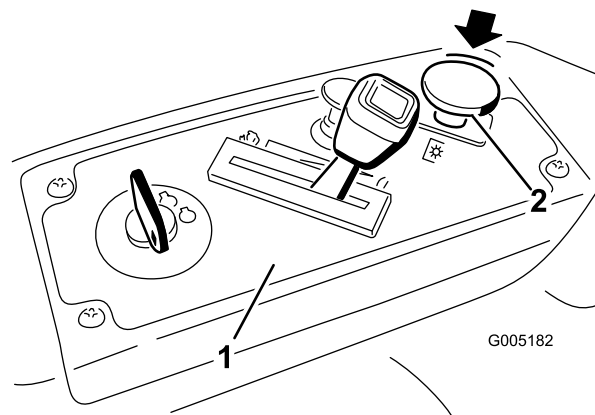

Bild 8
2. Kuppeln Sie die Messer aus, indem Sie den Zapfwellenantriebsschalter in die Aus-Stellung stellen (Bild 8).
1. Kuppeln Sie die Messer aus, indem Sie den Zapfwellenantriebsschalter in die Aus-Stellung stellen (Bild 8).